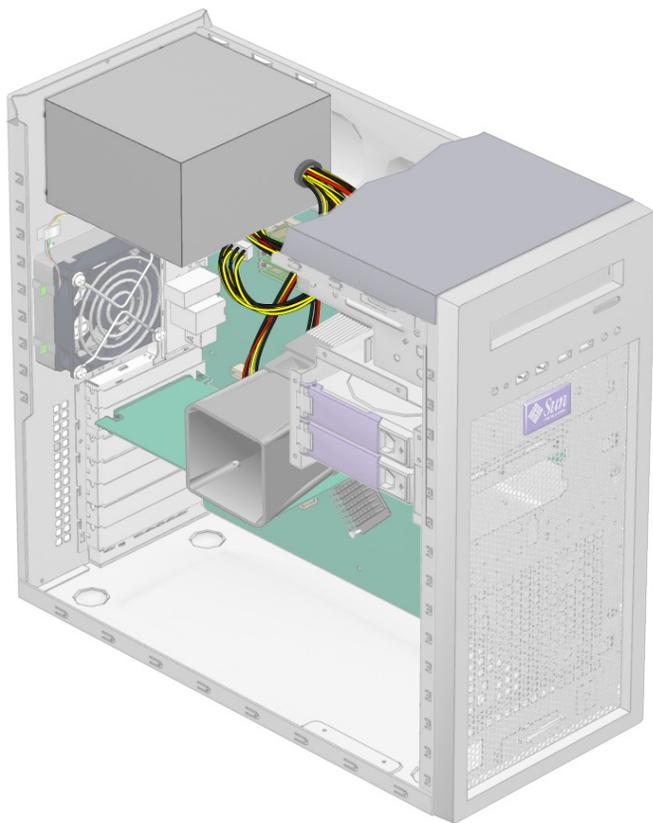

РИС. 4-26 Расположение блока питания и кабелей
3. **Аккуратно положите систему на правый бок на устойчивую, нескользкую поверхность и определите расположение блока питания (см. РИС. 4-26).**